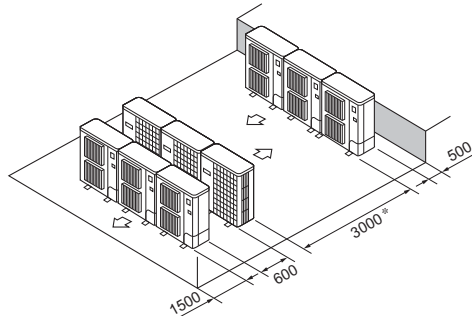

Fig. 3-16
- ⑥ Çoklu paralel ünite düzeni (Fig. 3-16)